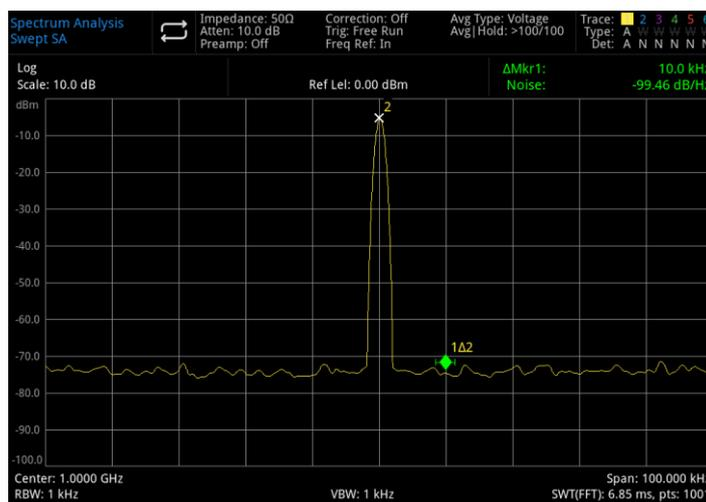

Abbildung 3-20 Phasenrauschen
7. Öffnen Sie die **Markierungsfunktion >Rauschen markieren**, wie in Abbildung 3-20 gezeigt: